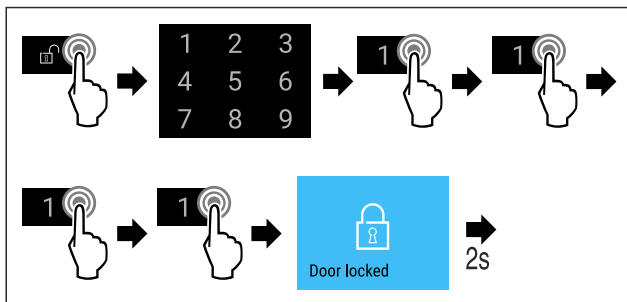

Fig. 75 Deur met deurcode 1 1 1 1 vergrendelen.
- ▶ Stappen (zie Fig. 75) uitvoeren.